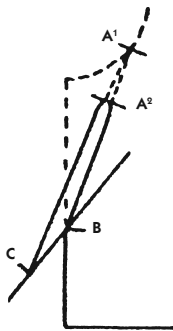

Рис. 741
- На обычном чертеже ластовицы укажите новое положение точки А по вашему желанию (рис. 741, засечка  $A^2$ ).